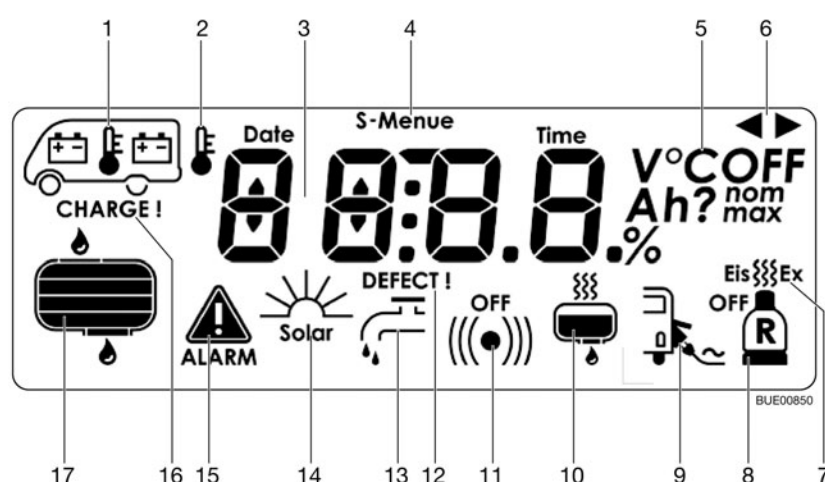

Fig. 115 Representación de símbolos en el visualizador LCD
- Deshelador (Fig. 115,7) conectado o desconectado (opcional).
- Instalación de conmutación para dos bombonas de gas (Fig. 115,8) (opcional): Aparece el símbolo de la bombona de gas cuando una de las dos bombonas está vacía. En caso de que también la segunda bombona de gas esté vacía, parpadeará el símbolo y aparecerá ("ALARM") (Fig. 115,15) en el menú básico.
- Control de red (Fig. 115,9): El símbolo aparecerá cuando el vehículo esté conectado a la alimentación de 230 V.
- Calefacción del depósito de aguas residuales (Fig. 115,10) (opcional): El símbolo aparecerá cuando la calefacción del depósito de aguas residuales esté conectada.
- Bomba de agua (Fig. 115,13): El símbolo aparecerá cuando la bomba de agua esté conectada.
Aparece el menú básico y parpadean los símbolos (Fig. 115,1, 15 y 16) en cuanto la tensión de la batería del habitáculo baja a menos de 12 V (medición durante el servicio) y hay peligro de descarga completa. También parpadean los datos de tensión en el menú de batería.
Aparece el menú básico y parpadea el símbolo (Fig. 115,1). Además, se muestran en el menú de batería las indicaciones de Ah y el requerimiento "CHARGE" (cargar).
Aparece el menú básico y parpadea el símbolo (Fig. 115,1). Además, se muestra en el menú de batería la indicación "DEFECT" (fallo).